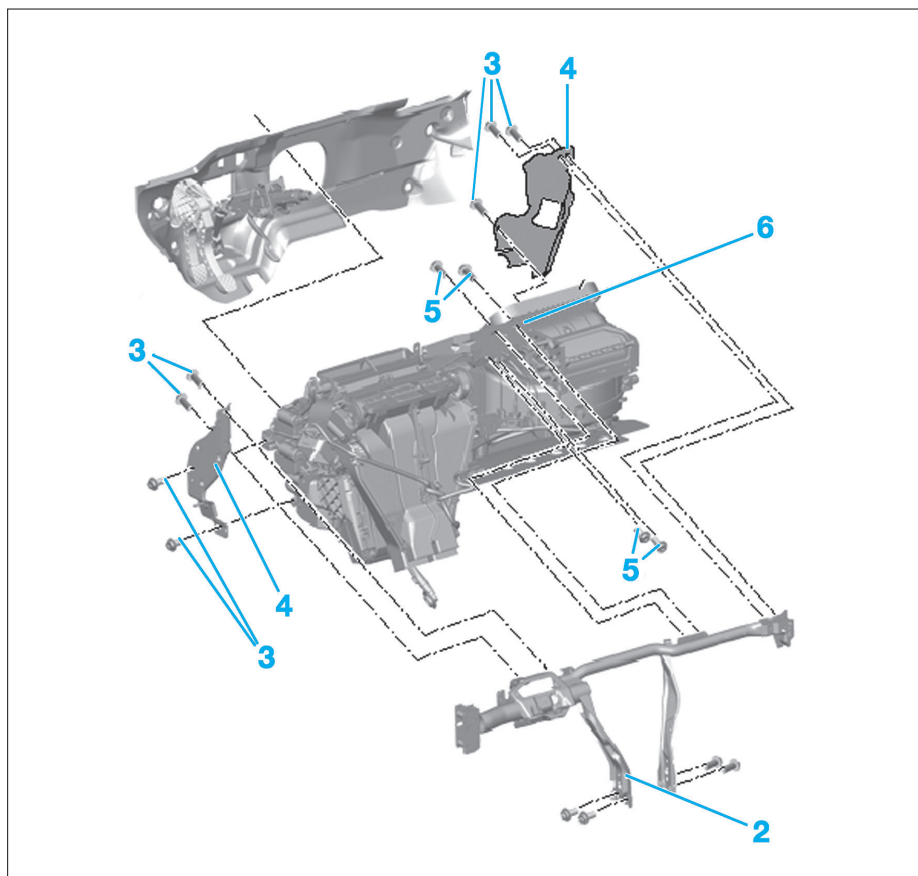

Fig. 9
- Déposer la traverse de planche de bord (2) (Fig.9).
- Déposer les vis (3) et dégager les supports (4).
- Tirer avec précaution le boîtier de chauffage sur le coté droit quelque peu vers l'arrière, jusqu'à ce que la vis (5) du support (6) puisse être desserrée.